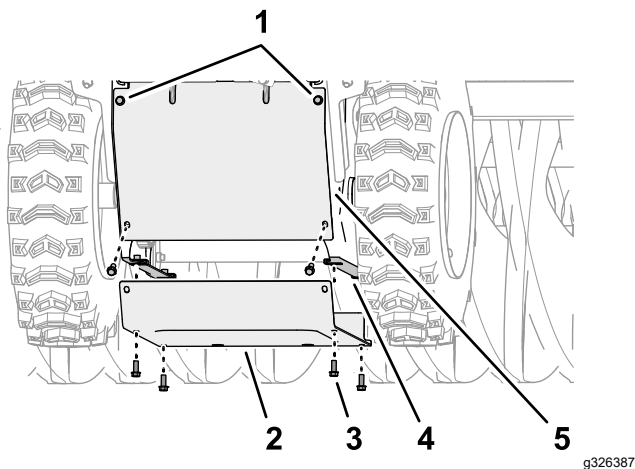

Figura 51
4. En la parte inferior de la máquina, alinee los orificios de la cubierta inferior con los orificios de las pestañas de las chapas laterales derecha e izquierda (**Figura 51**).
5. Monte la cubierta inferior en la máquina (Figura 51) con los 6 tornillos con arandela prensada (1/4" x 5/8").
6. Apriete los 2 tornillos con arandela prensada superiores (1/4" x 5/8") que sujetan la cubierta trasera a la máquina (Figura 51).